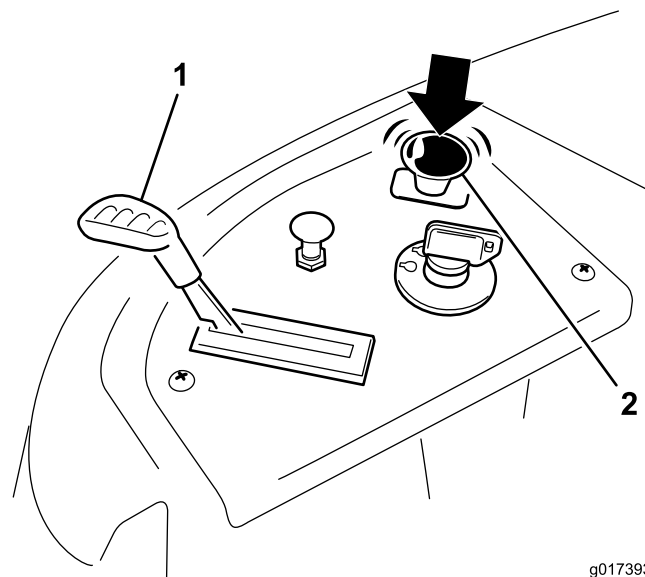

Bild 12
2. Kuppeln Sie die Messer aus, indem Sie den Zapfwellenantriebsschalter in die Aus-Stellung stellen (Bild 12)